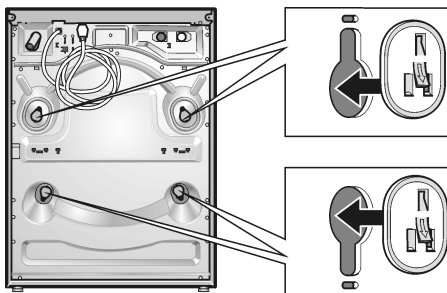

Figure 15
- ❑ Insérez les caches jusqu'à ce qu'ils encliquent à fond (see **Figure 15**).